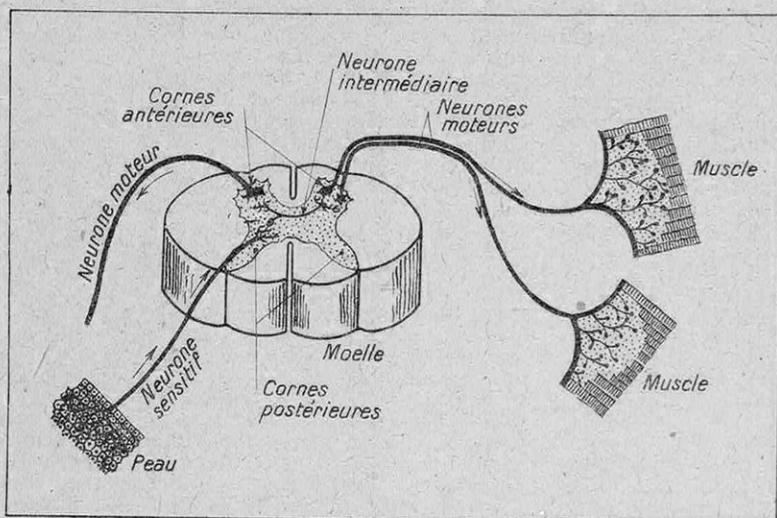

FIG. 1. — SCHÉMA DE L'ARC RÉFLEXE
Ils disparaissent lorsqu'on détruit la moelle ou qu'on sectionne le nerf sensitif ou le nerf moteur. L'excitation, née dans les récepteurs sensibles de la peau, est transmise par les fibres des neurones sensitifs qui cheminent dans les nerfs (1) et elle gagne la moelle par l'intermédiaire de la racine postérieure des nerfs rachidiens (2). Là, le message centripète va impressionner des neurones moteurs et se propager, dans le sens centrifuge, dans les fibres motrices, d'abord des racines antérieures, puis des nerfs, pour aboutir aux muscles qu'il fera contracter. Telle est la voie nerveuse de l'action réflexe ou *arc réflexe* (fig. 1). Schématiquement, elle comporte deux neurones successifs, un sensitif et un moteur, mais, pratiquement, il existe toujours un ou plusieurs neurones intermédiaires intramédullaires interposés entre les deux neurones précédents. Ainsi s'explique que le message sensitif n'entraîne pas la contraction d'un seul muscle, mais d'un groupe de muscles. La généralisation de la contraction, quand on force l'excitant, tient à ce que le message, par l'intermédiaire de neurones intramédullaires de plus en plus nombreux, arrive à exciter des neurones moteurs distants siégeant à des niveaux éloignés du point d'entrée dans la moelle des fibres sensitives excitées.
(1) Les nerfs sont formés de faisceaux de fibres nerveuses parallèles, chaque fibre (appelée *axone* ou *cylindraxe*), étant le prolongement d'une cellule nerveuse (appelée *neurone*).
(2) Sur une coupe transversale de la moelle épinière, la région centrale où les corps cellulaires sont agglomérés (substance grise) apparaît en forme d'H. Les pointes de cette H sont appelées *cornes antérieures* et *cornes postérieures* selon qu'elles sont dirigées vers la partie ventrale ou la partie dorsale de la moelle. Un nerf rachidien rassemble des filets nerveux sortant d'une corne antérieure et formant sa *racine antérieure* et des filets nerveux sortant d'une corne postérieure et formant sa *racine postérieure*.